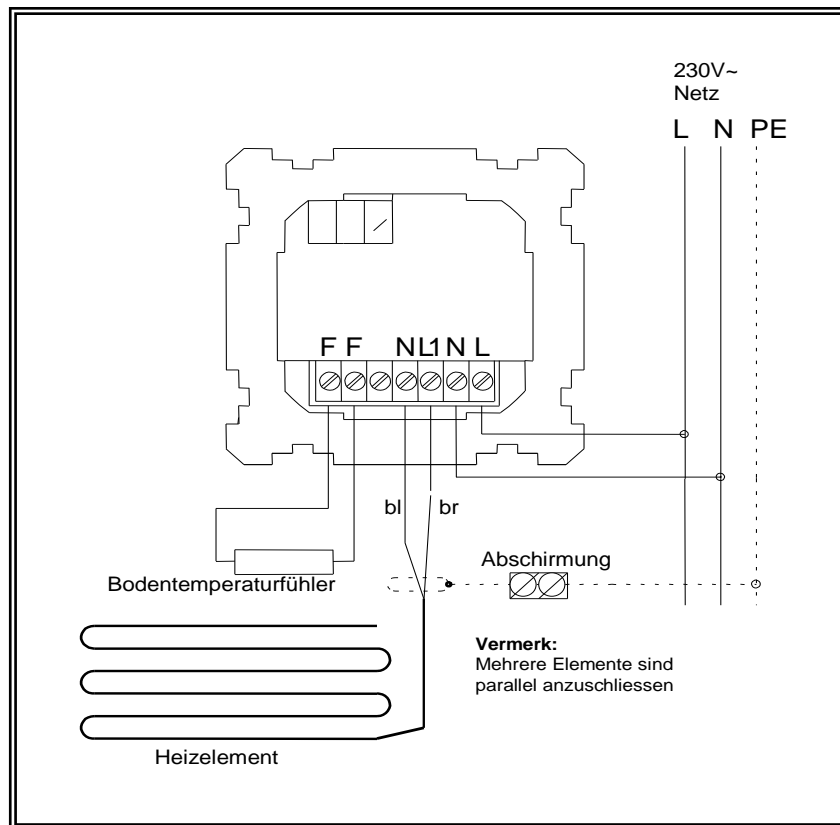

Abb. 5
- ✓ Verbinden Sie die Anschlussleitungen der Heizmatte mit dem Thermostaten, gemäss Schemas des Reglerherstellers (Abb.5) und kennzeichnen Sie sorgfältig die Leiter.